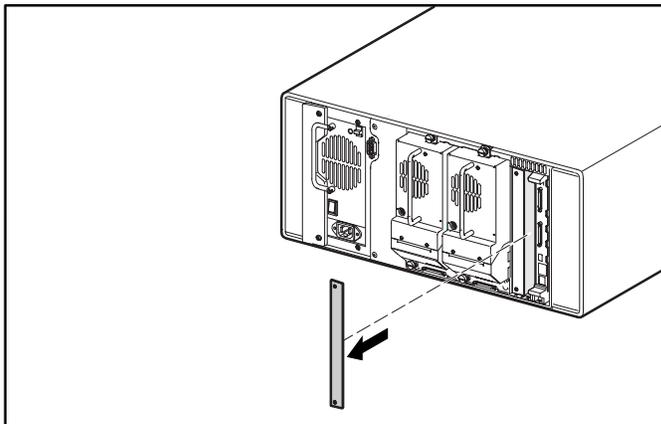

Figure 2 : Retrait du cache de connecteur d'option central (MSL5026)
2. À l'aide d'un tournevis cruciforme n°1, retirez la plaque du cache de connecteur d'option central. Reportez-vous à la figure 2.